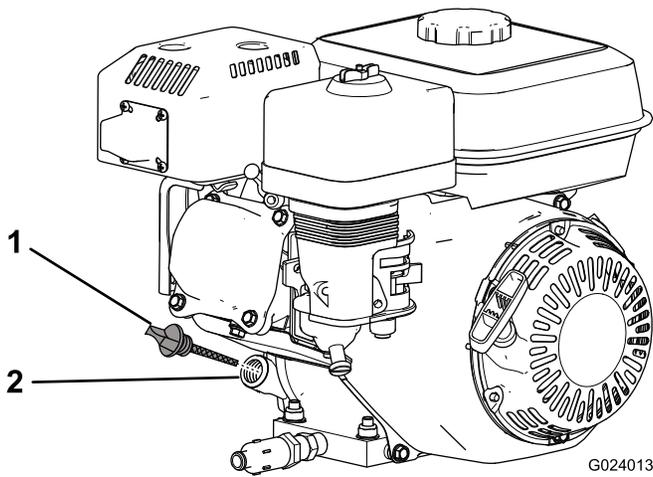

Figure 26
2. Arrêtez le moteur, laissez-le refroidir et nettoyez la surface autour du bouchon de remplissage-jauge d'huile (Figure 26).